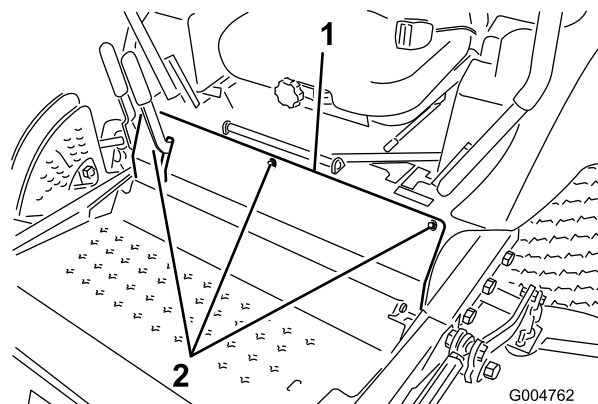

図 60
3. 前パネルを止めているボルトを外して前パネルを外す(図 60)。